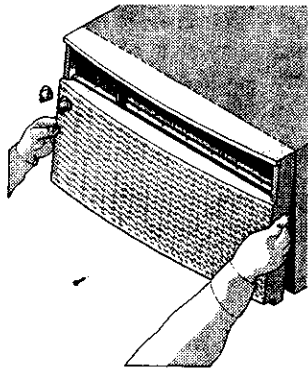
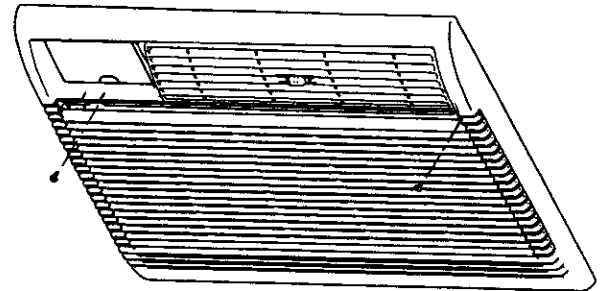

FIG. 1
FIG. 2
- Instale los tornillos de retención en el fondo del frente (Fig. 1), o detrás del asa del filtro (Fig. 2).